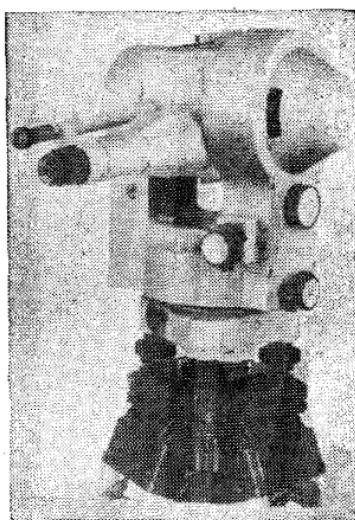

Рис. 10. Редукционный тахеометр двойного изображения ТД
2.20. Тахеометр двойного изображения ТД (рис. 10) предназначен для измерения углов и линий в ходах полигонометрии с относительной погрешностью 1 : 5000. Может быть использован для определения координат углов кварталов и отдельных зданий и сооружений при комбинированном способе горизонтальной съемки, определения превышений по той же рейке, по которой измеряют расстояния, и нивелирования горизонтальным лучом.